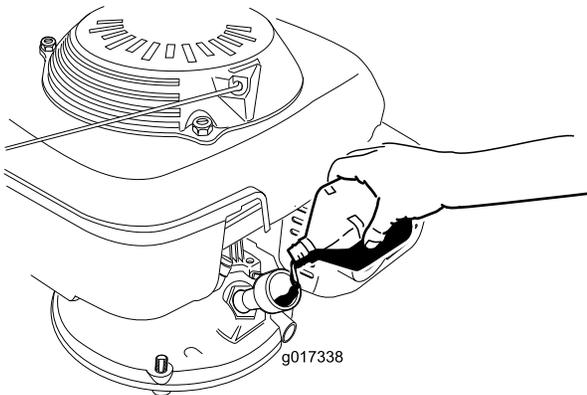

Figura 8
3. **Lentamente**, vierta aceite en el tapón de llenado de aceite, espere 3 minutos y compruebe el nivel de aceite en la varilla limpiando la varilla e insertándola **sin enroscar** en el orificio (Figura 8).